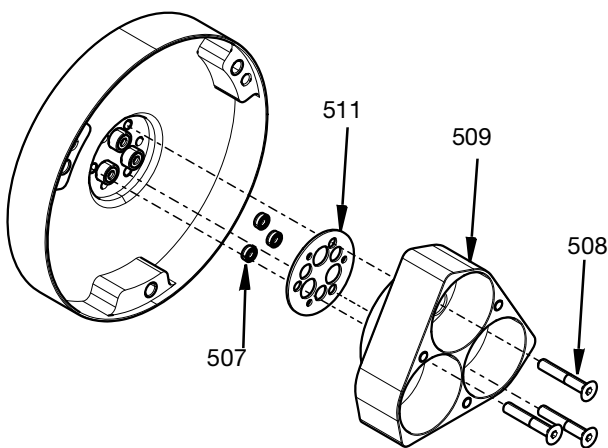

FIG. 14
- Retirez les trois vis M4 (508) qui fixent le boîtier du cylindre pneumatique (509). Après avoir retiré le boîtier du cylindre pneumatique, le joint du boîtier du cylindre (511) et les joints de la tige (201) peuvent être retirés. Voir **Kit d'outils pour l'insertion et le retrait des joints 25T489**, page 35 pour le retrait des joints de la tige. Voir FIG. 14.